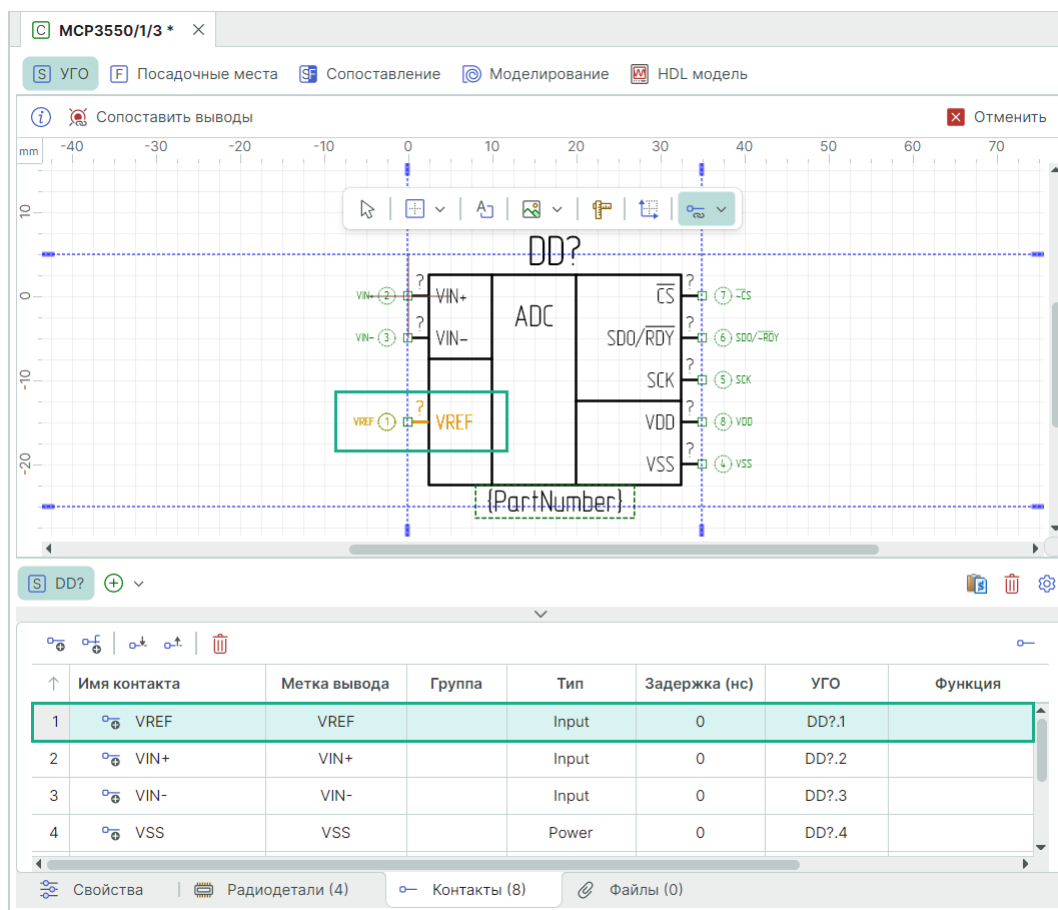

Рис. 293 Результат сопоставления вывод УГО с контактом
4. При нажатии левой кнопки мыши выбранный контакт будет сопоставлен с выводом, на который наведен курсор, см. Рис. 293.